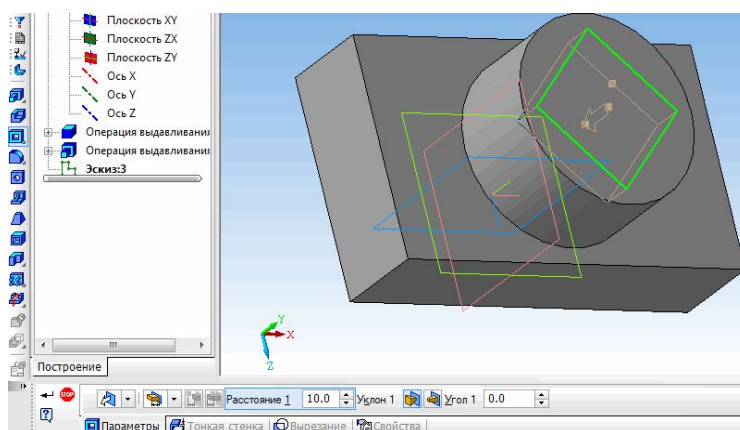

Рисунок 4.20 – Ескіз призматичного отвору
22. Будуємо ескіз отвору (рис. 4.20).
- Вводимо величину, що характеризує глибину видавлювання (30), в поле «Расстояние» на вкладці «Параметры».